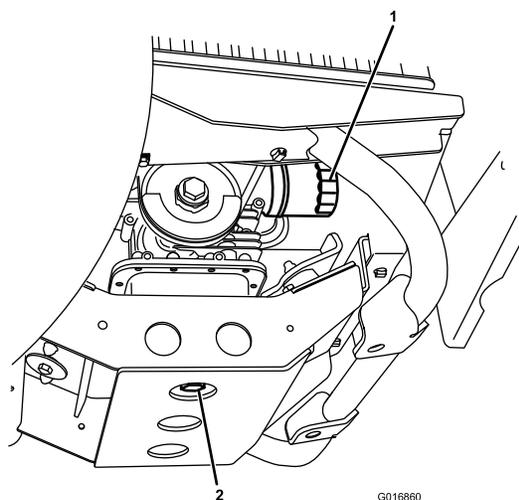

Figure 24
5. Retirez le bouchon de vidange (Figure 24) et laissez couler l'huile dans un bac de vidange. Remettez le bouchon quand la vidange est terminée.
2. Déposez le filtre à huile (Figure 24).